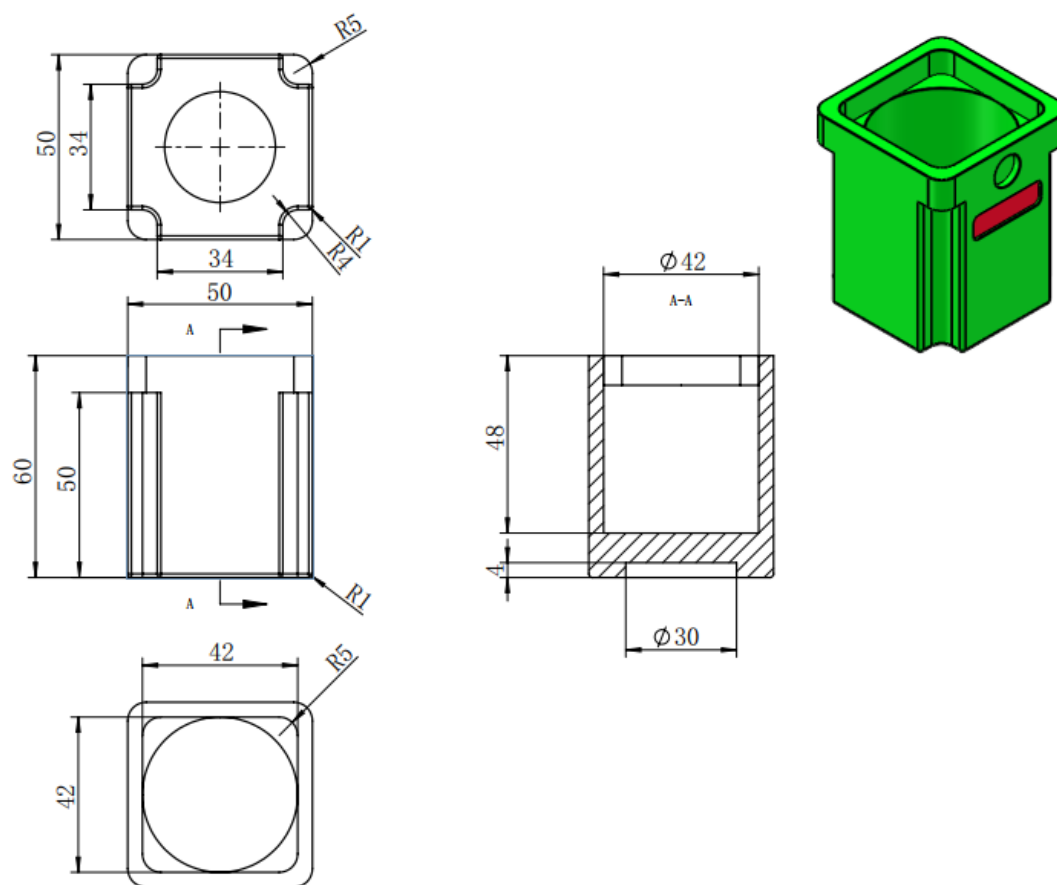
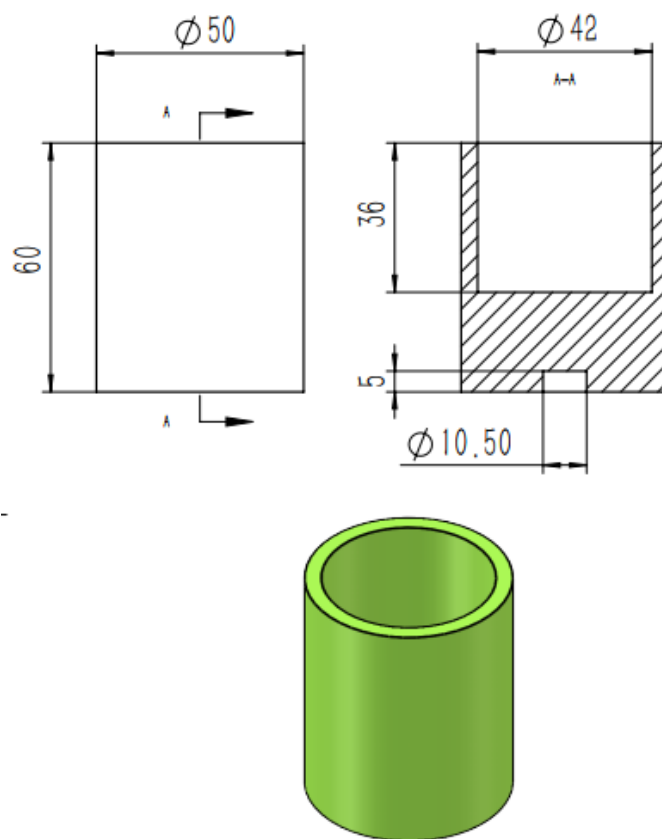
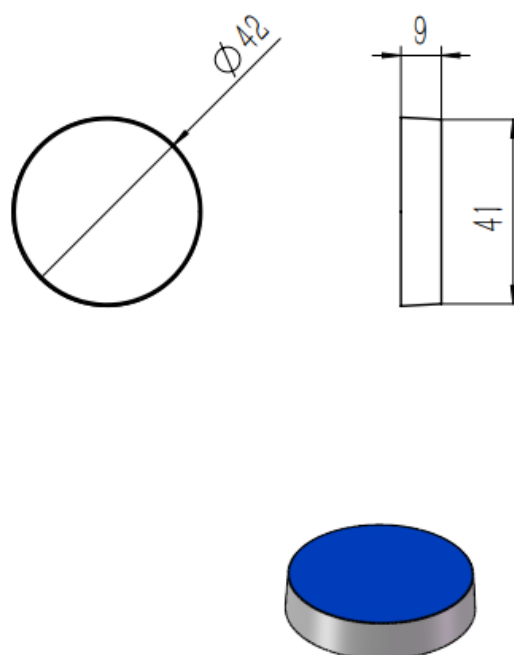

图 3 方形瓶体尺寸图
图 4 圆形瓶体尺寸图
图 5 料芯尺寸图
1. 根据方形、圆形瓶体和料芯尺寸图，如图 3、图 4、图 5，选手自行设计工件夹具、原材料库模块、变位机模块、视觉检测模块、立体库模块。